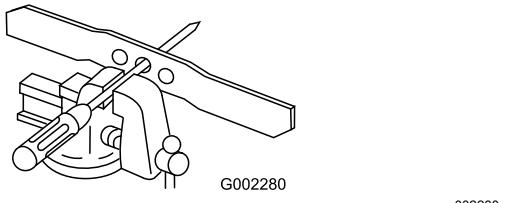

Рисунок 27
1. Проверьте балансировку ножа, поместив центральное отверстие в ноже поверх гвоздя или стержня отвертки, зажатых горизонтально в тисках (Рисунок 27).